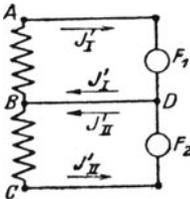

Fig. 96.
244. Die in der Wickelung AB einer Wechselstrommaschine erzeugte EMK ist gegen die in der Wickelung BC einer zweiten Maschine erzeugte um 90° verschoben. Durch die Lampen F_1 bzw. F_2 fließen Ströme von 5 [8] (7) A bzw. 12 [15] (20) A. Welcher Strom fließt in der gemeinsamen Leitung BD (Fig. 96)?